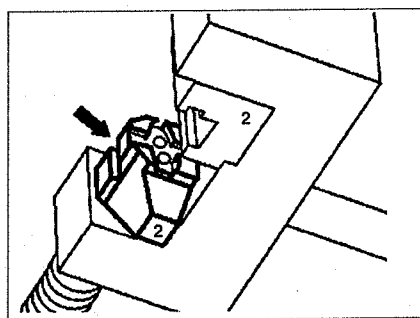

Рис. 2.88. Установите сжимающий элемент 2 (стрелка) в тиски.
7. Установите сжимающий элемент 2 (стрелка) в тиски (см. рис. 2.88).